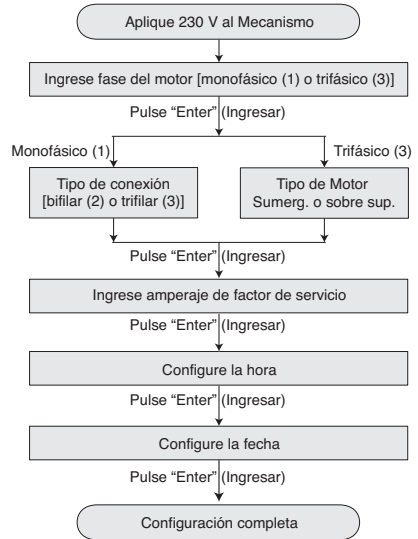

Figura 10 - Guía de configuración del Mecanismo de Accionamiento
1. **Programa el Mecanismo de Accionamiento:** Encienda el PENTEK INTELLIDRIVE. Setup Guide (Guía de configuración) aparecerá en la pantalla. Siga el orden que se muestra en la Figura 10 al pulsar las teclas.